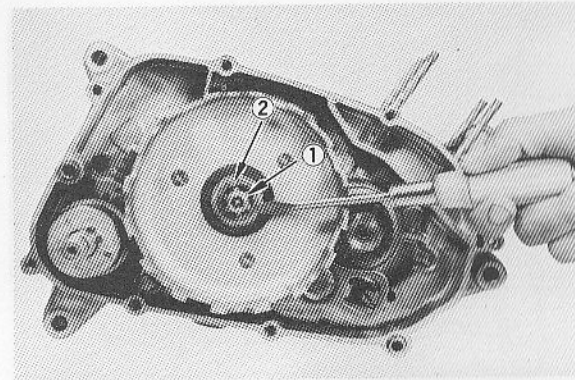
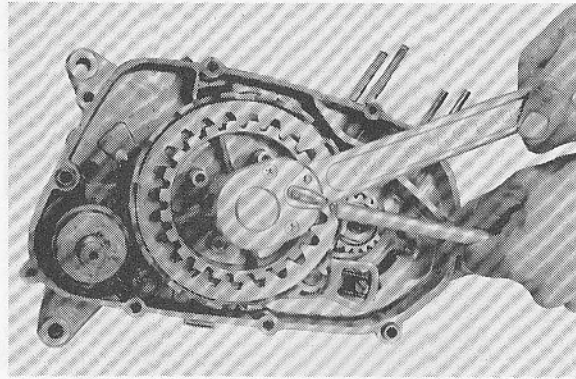

Fig. 3-4-17
Fig. 3-4-19
1. Install the thrust plate (4), spacer (15), primary driven gear (1), thrust plates (3 and 4), clutch boss (5), and Belleville spring (12) on the main shaft. (Fig. 3-4-17) Using the clutch holding tool (90890-01023), tighten the clutch securing nut (13). (Fig. 3-4-19)
- 2) Make sure the spacer (15) is in full-face contact with the thrust plate (3) during the assembly. (Fig. 3-4-17)
1. Installer la rondelle de butée (4), l'entretoise (15), le pignon mené primaire (1), les rondelles de butée (3 et 4), le moyeu d'embrayage (5), et le ressort Belleville (12) sur l'arbre principal (Fig. 3-4-17). En utilisant l'outil de retenue de l'embrayage (90890-01023), serrer l'écrou de fixation d'embrayage (13). (Fig. 3-4-19)
- 2) S'assurer que l'entretoise (15) est en parfait contact avec la rondelles de butée (3) durant l'assemblage. (Fig. 3-4-17)
(Fig. 3-4-19)